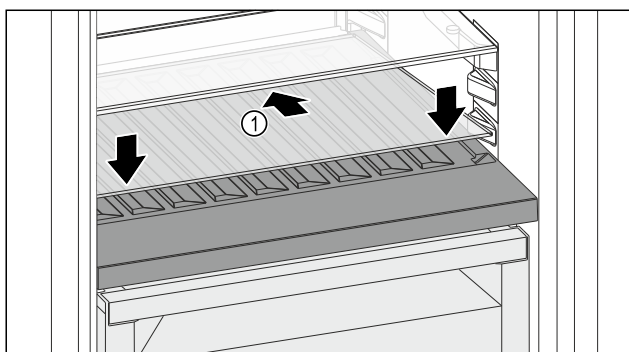

Fig. 220
- Postavite staklenu ploču Fig. 220 (1) ukoso, nagnutu straga prema dolje.
- Staklenu ploču Fig. 220 (1) podignite sprijeda.